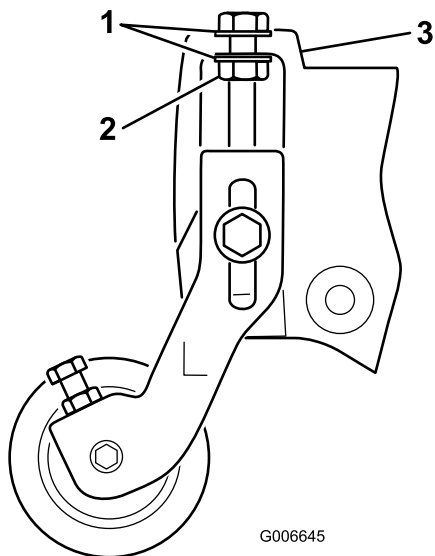

図 7
注 刈高調整ボルトについているワッシャは、サイドプレートのフランジのそれぞれの側に入れること（図 7）。
13. ワッシャがサイドプレートのフランジに接触するまで刈高調整ボルトについているロックナットを締めて、その位置からナットを 1/2 回転戻す（図 7）。